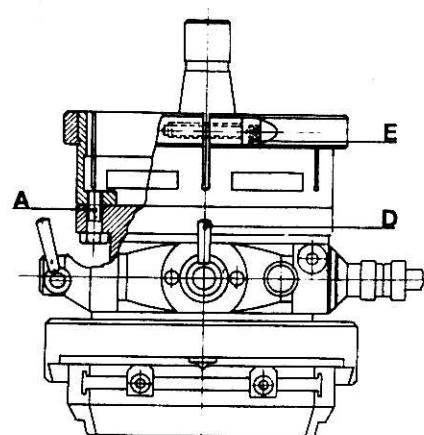

Fig. 2
- 2 - Applicare l'anello di fissaggio alla testa mediante le tre viti A, senza pero' serrarle a fondo (Fig. 2)
- 4 - Serrare la vite del collare E dell'anello di fissaggio (Fig.2), senza bloccarla rigidamente